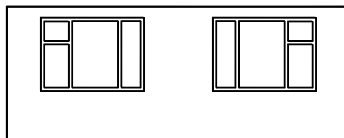

Рис.5.3 Панель со вставленными окнами
- Вставить во второй оконный проем панели блок с окном с коэффициентом масштабирования «-1» по оси X , а по оси Y – коэффициент «1» (рис. 5.3).